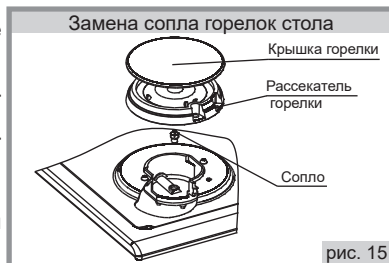

рис. 15
21.1. Проведение замены сопла при ремонте, а также при переводе на другой тип газа (рис. 15)